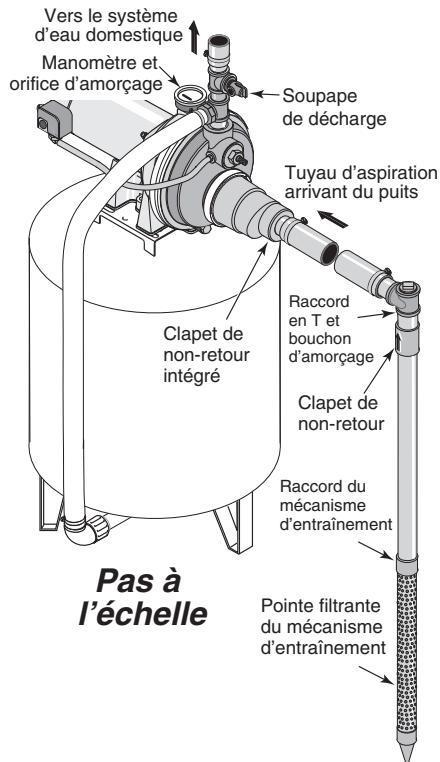

Figure 5 : Installation de la pointe filtrante du mécanisme d' entraînement
5. Utilisez le moins de raccords possible (en particulier les raccords coudés) pour raccorder le tuyau de la pointe filtrante à l' orifice d' aspiration de la pompe. Le diamètre du tuyau d' aspiration doit être au moins égal à celui de l' orifice d' aspiration de la pompe (inclure un clapet de non-retour - voir figure 5). Mettez en place un système de soutien de tuyaux pour éviter qu'ils n'exercent une pression sur le corps de la pompe et de manière à ce qu'ils soient légèrement inclinés vers le haut depuis le puits jusqu'à la pompe (les points élevés peuvent provoquer des poches d' air susceptibles de bloquer la pompe). Étanchéifiez les joints du tuyau d' aspiration avec un ruban d' étanchéité pour filetage de tuyauterie en PTFE ou un composé de joint de tuyauterie à base de PTFE approuvé pour une utilisation sur le PVC. Les joints doivent être étanches à l' air et à l' eau. Si le tuyau d' aspiration n'est pas étanche, la pompe ne sera pas en mesure d' extraire l' eau du puits. Si une pointe filtrante ne fournit pas assez d' eau, prévoyez de raccorder deux ou trois pointes filtrantes à un tuyau d' aspiration.